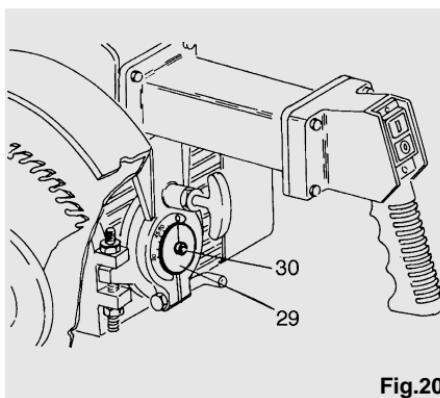

Fig.20
- Alcanzada la perpendicularidad con el plano de trabajo, verificar y eventualmente ajustar el indicador (29) aflojando el tornillo (30) de manera que la línea negra coincida con la posición cero (ver fig. 20).